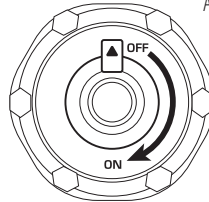

Abb. 1
3. Stellen Sie die Entlüftungsöffnung am Tankdeckel in die Position „ON“ (Abb.1).